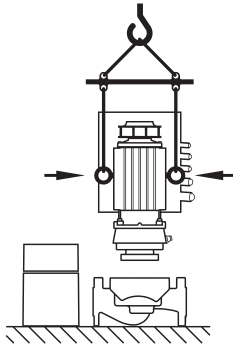

Fig. 9: Transporte do motor
- Se necessário, p. ex., em caso de reparação, os olhais de transporte podem ser deslocados do flange para o corpo do motor (ver, p. ex., Fig. 9). Antes da instalação dos olhais de transporte no corpo do motor, desapertar os espaçadores das aberturas dos olhais de transporte (Fig. 7, pos. 20b) (ver capítulo 10.2.1 “Substituir o empanque mecânico” na página 309).
- Se os olhais de transporte estiverem ou forem deslocados do flange do motor e montados no corpo do motor, estão apenas previstos para o suporte ou transporte do conjunto de encaixe (Fig. 9) e não para o transporte da bomba completa, nem para a separação do conjunto de encaixe do corpo da bomba.